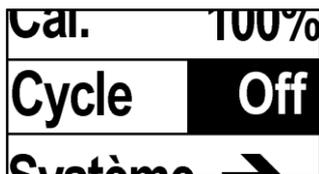

Fig. 43: Affichage de cycle
2. Sélectionner le menu « Cycle » (voir Fig. 43)